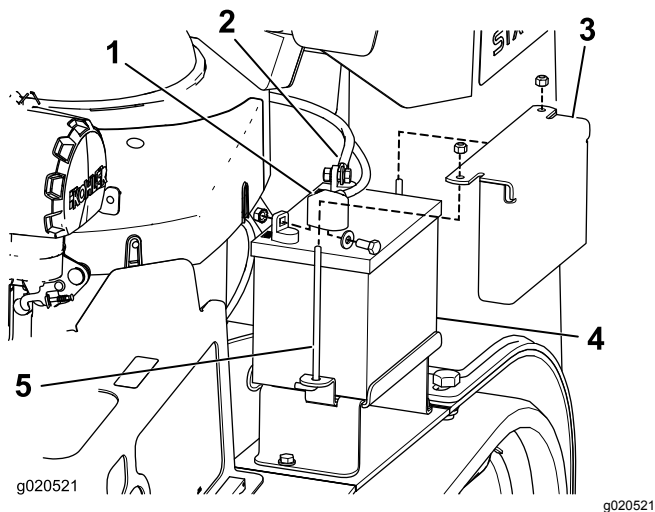

Bild 43
3. Nehmen Sie die Gummiabdeckung vom Minuskabel ab. Klemmen Sie zunächst das Minuskabel vom Minuspol (-) der Batterie ab (Bild 43).
4. Ziehen Sie die rote Polkappe vom (roten) Pluspol der Batterie ab. Ziehen Sie dann das (rote) Pluskabel ab (Bild 43).
5. Entfernen Sie die Befestigungsplatte, die J-Schrauben und die Sicherungsmuttern, mit denen die Batterie befestigt ist (Bild 43) und nehmen sie heraus.